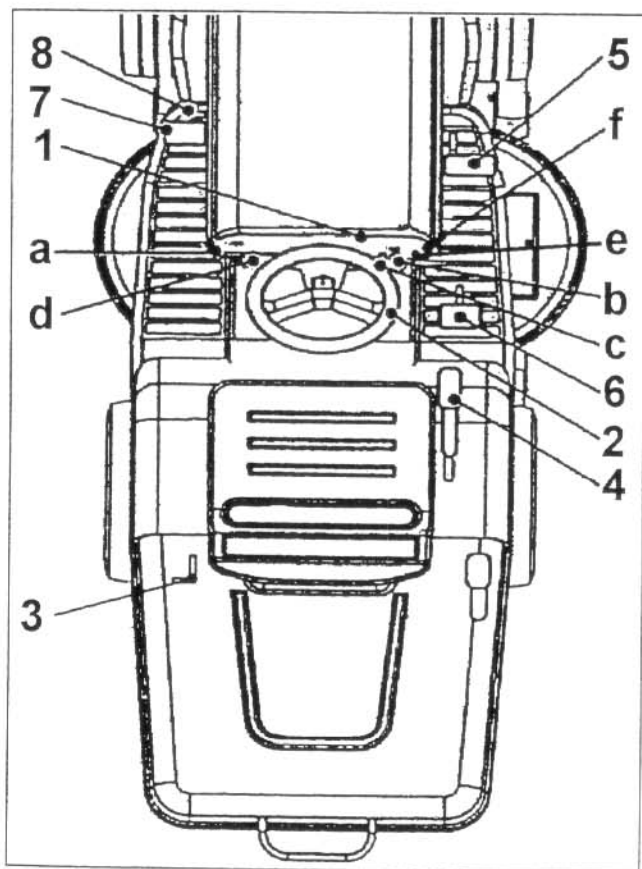

Fig. 11
COMMANDES (Fig. 11)
(Fig. 11)
Interrupteur "Départ de coupe" (Fig. 11, pos. 1c) (option)